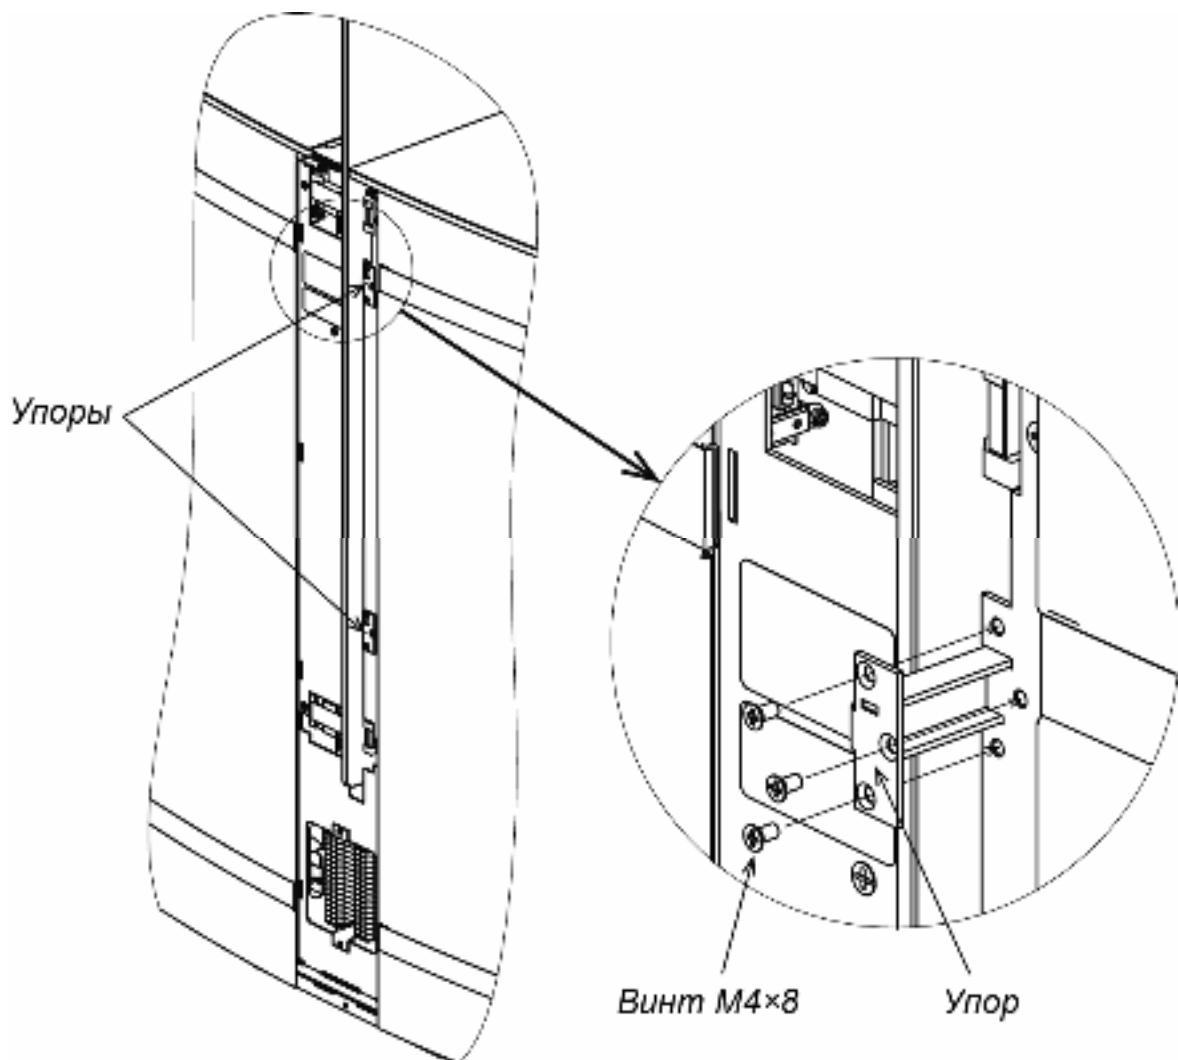

Рисунок 28. Установка упоров ограничителя вылета створки
5. Установите два специальных упора из комплекта поставки на корпус секции и закрепите каждый из них тремя винтами M4×8 (см. рис. 28):